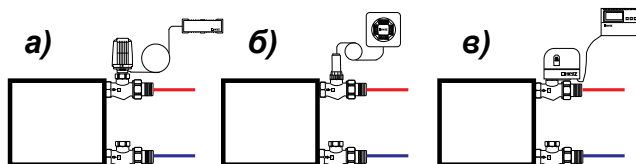

Рис. 8
**19.** В случае размещения термостатов в нишах для отопительных приборов или перекрытия их декоративными экранами или занавесками необходимо предусмотреть установку термостатической головки с выносным датчиком (рис. 8). На рис. 8а показана головка термостата с выносным датчиком и капиллярной трубкой, на рис. 8б - головка термостата с дистанционной регулировкой и на рис. 8в – термостатический клапан с электротермоприводом и электронным комнатным регулятором.